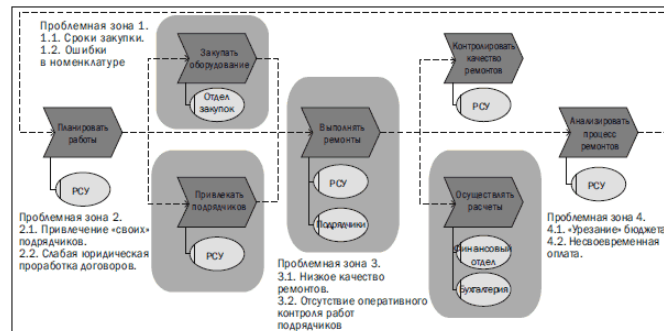

Рис. 2. Проблемные области процесса
1. На рис.2 показаны четыре проблемные области. Первая из них связана с закупкой оборудования, вторая — с привлечением подрядчиков, третья — с выполнением ремонтов, четвертая — с осуществлением расчетов за выполненные работы и оборудование. Приводятся краткие формулировки проблем для каждой проблемной области.